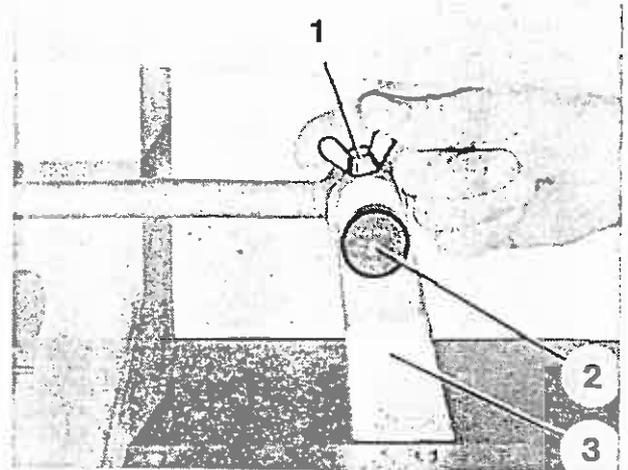

Bild 121.10
6. Flügelschraube (Bild 121.10/1) einige Umdrehungen lösen und Kolbenachse am Knopf (Bild 121.10/2) aus dem Dosierhebel (Bild 121.10/3) herausziehen.